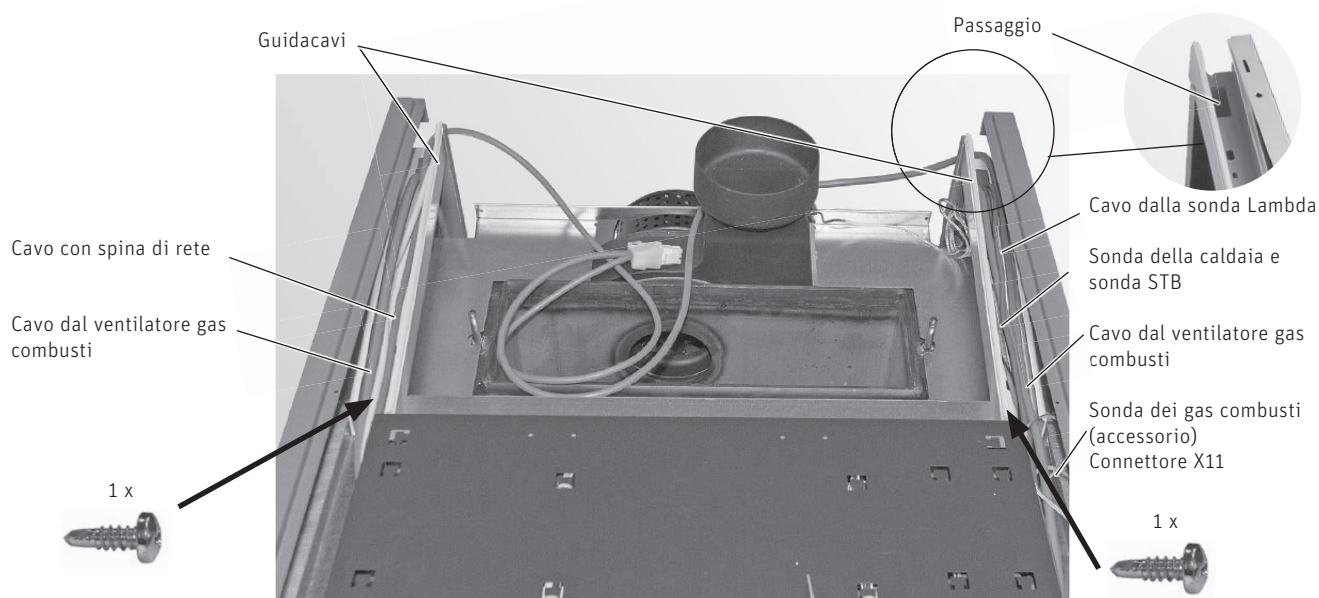

Fig. 54 Quadro di comando, posa dei cavi
- ▶ Fissare i guidacavi a sinistra e a destra (passaggio sul retro) alla parte anteriore del quadro di comando con 1 vite autofilettante su ciascun lato – Fig. 54.
- ▶ Passare i cavi della sonda nel guidacavi destro verso il retro – Fig. 54. Innestare la sonda dei gas combusti (accessorio) nel connettore X11 del quadro di comando e passare anch'essa nel guidacavi destro verso il retro. Passare tutti i cavi della sonda nel guidacavi verso il retro in corrispondenza del passaggio.
- ▶ Passare i due cavi del ventilatore gas combusti nei guidacavi verso il retro – Fig. 54.